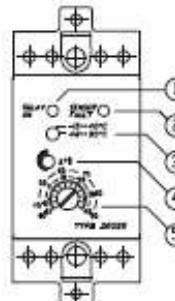

Fig. 1
Termostatens reläkontakt växlar när temperaturen vid givaren sjunker under inställt värde. Indikeras av LED ①. När temperaturen uppnår inställt värde släcks LED. Se fig. 1.